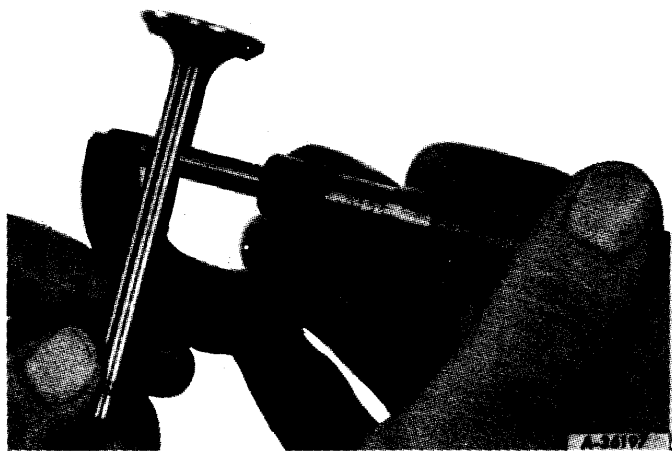

Fig. 26.- Vérification du diamètre de la tige de soupape
- Vérifiez le diamètre de la tige à l'aide d'un palmer; changez la soupape si en un point de sa longueur le diamètre est inférieur à 8,63 mm (fig. 26).